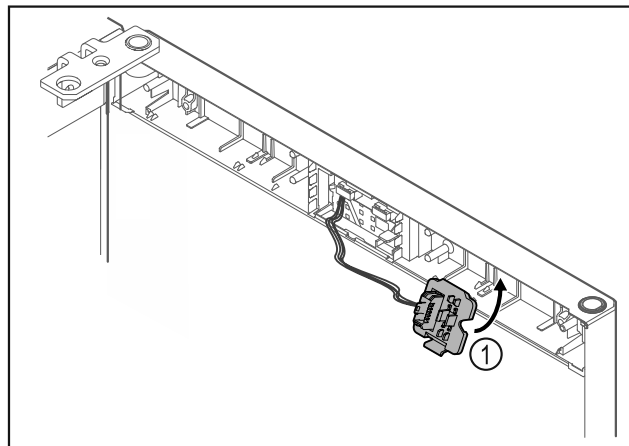

Fig. 21
- ▶ Innestare il porta-connettore Fig. 21 (1) sul lato opposto.